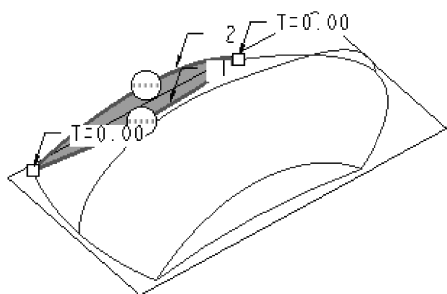

图 6-128 创建第1边界混合曲面
(2) 单击【基础特征】工具栏中的【边界混合】按钮, 在图形区选择曲线 5, 按住〈Ctrl〉键选择曲线 4, 单击控制区的【应用】按钮, 完成第 1 个边界混合曲面的创建, 如图 6-128 所示。
(3) 单击【基础特征】工具栏中的【边界混合】按钮, 在图形区选择曲线 4, 按住